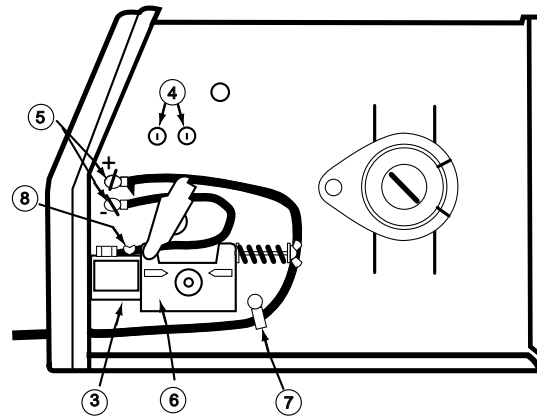

FIGURA 1
1. Abra la puerta de la sección de alimentación de alambre en el lado derecho de la WELD-PAK y vea la figura 1.
2. Pase el extremo del cable de trabajo que tiene la terminal de conexión con el orificio más pequeño, a través del Orificio de Acceso del Cable de Trabajo (1) en el frente del gabinete.
3. Enrute el cable por debajo y alrededor de la parte posterior de la Caja de Engranajes de Alimentación de Alambre (6).
4. **Únicamente para Innershield:** La WELD-PAK viene conectada a una polaridad de electrodo negativo. Para terminar la instalación, utilice la tuerca mariposa que se proporciona, a fin de conectar la terminal de conexión del cable de trabajo a la terminal (5) de salida positiva (+) que se localiza arriba de la Caja de Engranajes de Alimentación de Alambre (6). Asegúrese de que ambas tuercas mariposa estén apretadas.
1. Consulte la Figura 1. Desconecte la máquina o coloque el interruptor de encendido en la posición "O" (apagado).
2. Pase una por una las puntas aisladas de los cables de control del gatillo de la antorcha, a través de la Ranura de Acceso del Cable de Control y del Cable de la Antorcha (2) en el frente del gabinete. Los cables deberán pasar por debajo de la Caja de Engranajes de Alimentación de Alambre (6) y a través del Sujetador de Cable (7) en el panel interno.
3. Inserte el conector del cable conductor de la antorcha a través del Orificio de Acceso del Cable de la Antorcha (2), en el frente del gabinete de la WELD-PAK. Asegúrese de que el conector entre totalmente en el bloque conector de latón. Si el conector de la antorcha no entra por completo, [COMMENT3] desenrosque un poco el tornillo mariposa del bloque conector. Gire el conector para que los cables de control queden abajo, y apriete el Tornillo Mariposa (8) del bloque conductor.
4. Conecte las terminales del cable de control del gatillo de la antorcha a los dos conectores aislados de 6,4 mm (1/4"), que se localizan arriba de la etiqueta "Gun Trigger Connection" (Conexión del Gatillo de la Antorcha) en la sección de alimentación de alambre (4). Cualquier cable puede ir en cualquier conector. Acomode los cables lo más cerca posible del panel interno.